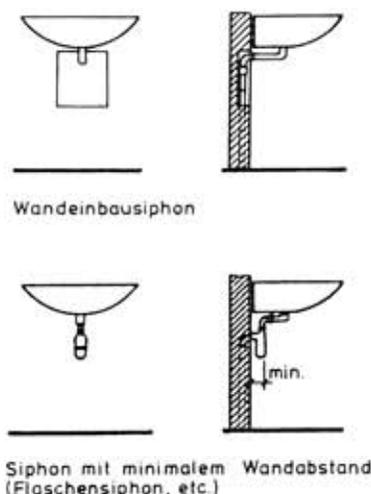

Fig. 11 Korridorbreite: x
- Alle **Türen** zu behindertengerechten Klosett-Räumen sollen **80 cm breit** sein und nach **aussen öffnen**. Dadurch wird die Manövrierfläche nicht eingeschränkt und in Notfällen das Öffnen der Tür von aussen erleichtert. Die Platzverhältnisse auf der Öffnungsseite der Tür sind zu beachten (Fig. 11). Um das Zuziehen der Tür zu erleichtern, ist auf der Innenseite ein horizontaler Griff auf 90 cm Höhe zu montieren (Fig. 4).
- **Türlichtbreite:** (siehe Fig. 11)